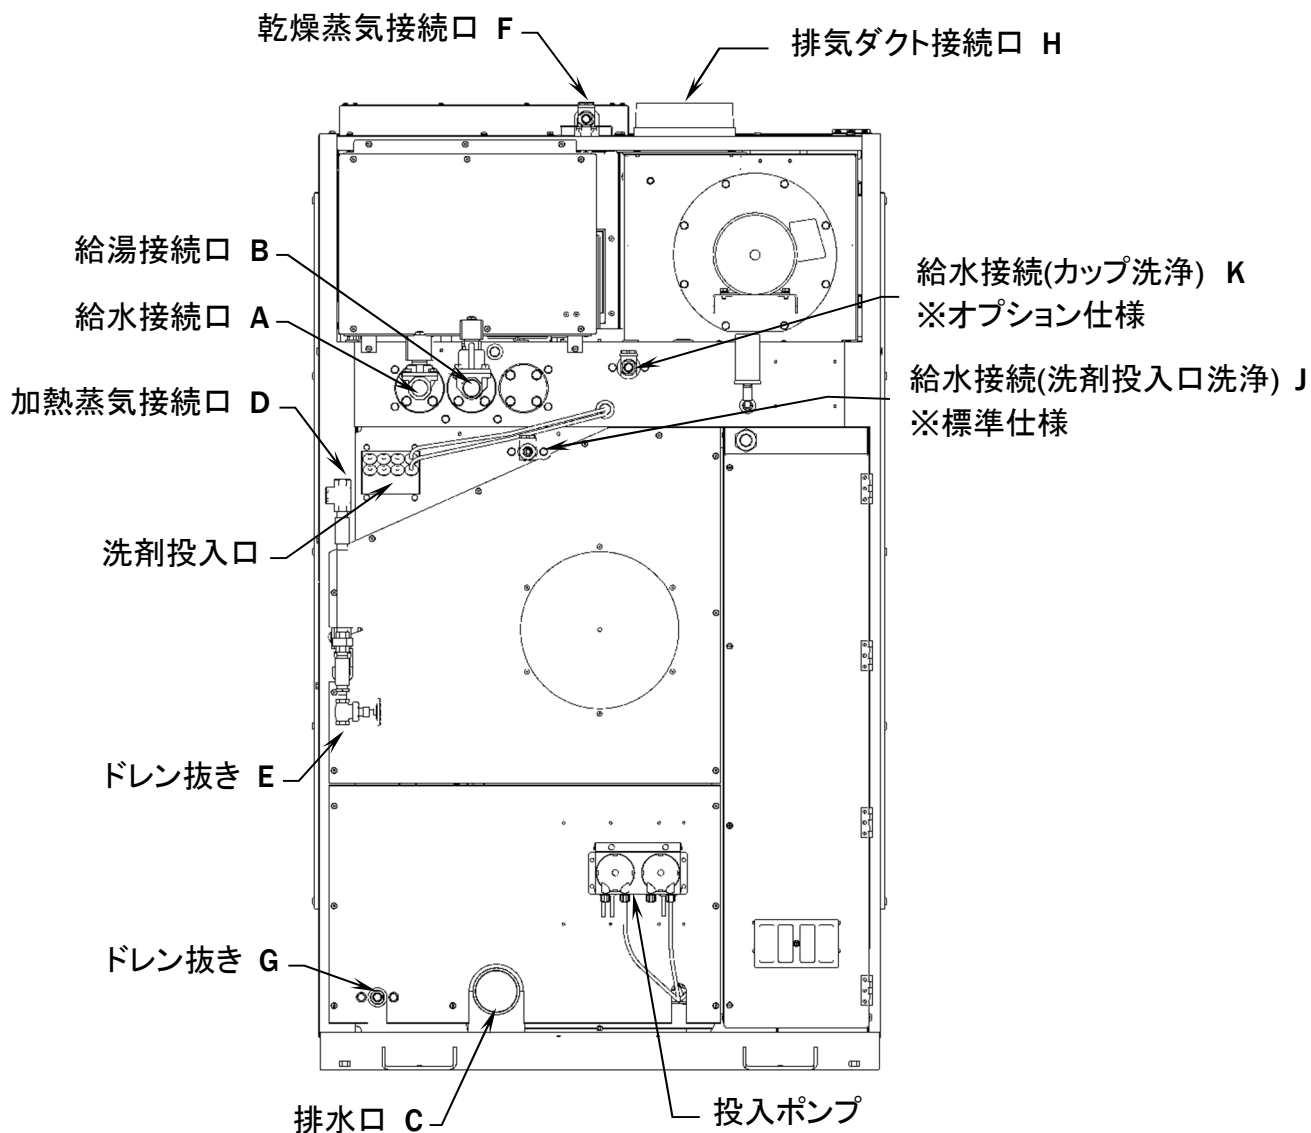

図 5-1
- ・ 給水接続口 Aに付属のストレーナを接続し配管をします。(図 5-1)
- ・ 給湯接続口 Bに付属のストレーナを接続し配管をします。(図 5-1)
- ・ 給水接続口 Jに配管を接続します。(図 5-1)
- ・ 排水口 Cに配管を接続します。(図 5-1)
・ 配管前に供給配管内に異物が無いことを確認してください。 ・ 加熱蒸気接続口 Dに配管を接続します。(図 5-1) ・ ドレン抜き Eにホースを接続しバルブが開放されても蒸気により、機材への損害、人への傷害を招かない場所に配管すること。(図 5-1) ・ 蒸気圧力 最大圧力:0. 7Mpa／最小圧力:0. 5Mpa ・ 電磁弁などトラブル発生時は速やかに蒸気本管と機械の間に取り付けられた手動オン／オフバルブを閉じ運転を停止すること。
・ 乾燥蒸気接続口 Fに配管を接続します。(図 5-1) ・ 蒸気配管は錆びの出にくいパイプを使用し、出来るだけ抵抗損失のないように配管するとともに、機械接続箇所まで保温材を巻いてください。 ・ 蒸気圧力 最大圧力:0. 7Mpa／最小圧力:0. 5Mpa ・ 指定圧力より圧力が高い場合は、減圧弁で所定の圧力になるように調整してください。また、蒸気の配管路に蒸気圧力を確認できるように圧力計を設置してください。 ・ ドレン抜き Gに配管を接続します。(図 5-1) ・ ドレン抜き配管にはスチームトラップ及び逆止弁を取り付けてください。 この時スチームトラップはドレン抜き配管からすぐの所に取り付けてください。 ドレン回収される場合には、特にスチームトラップは低い位置に取り付けてください。 ・ 蒸気配管中にドレンが溜まらないように十分注意してください。 ・ ドレン配管路は、わずかな排圧でドレンを排出できるように配管してください。 ・ バイパス経路の無いスチームトラップを使用する場合は、配管にバイパス経路を施工してください。
- ・ 排気ダクト接続口 HIにダクトを接続します。外形は 198φです。（図 5-1）